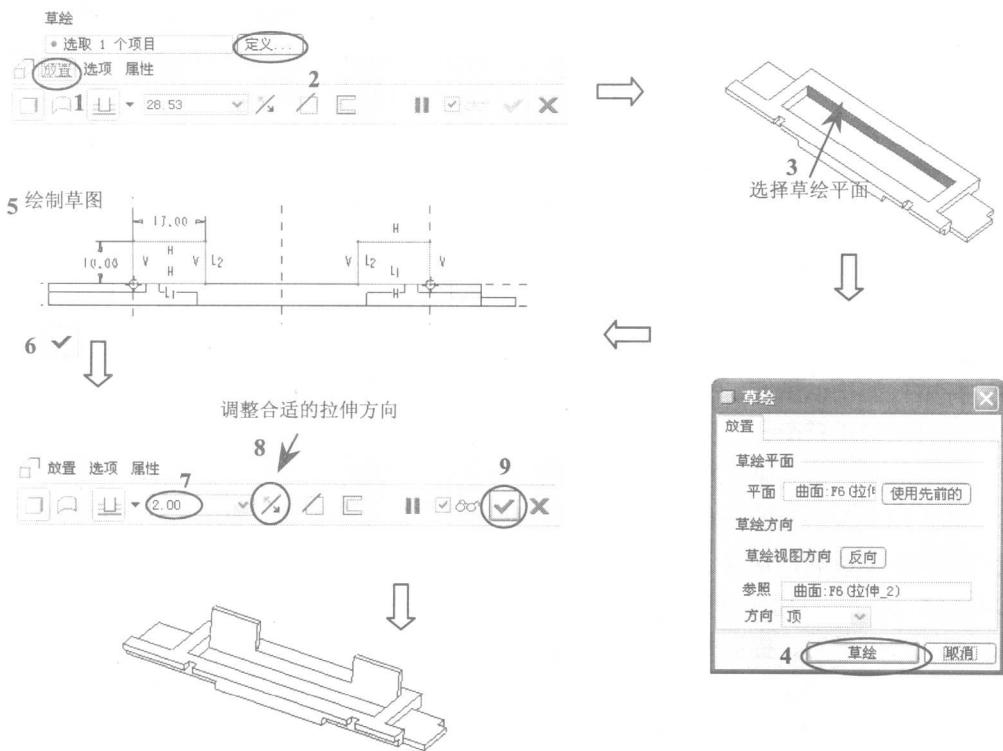

图 1-72 创建拉伸特征
(1) 在【基础特征】工具条中单击【拉伸】按钮，弹出【拉伸】操控板，然后根据图1-72所示进行操作。